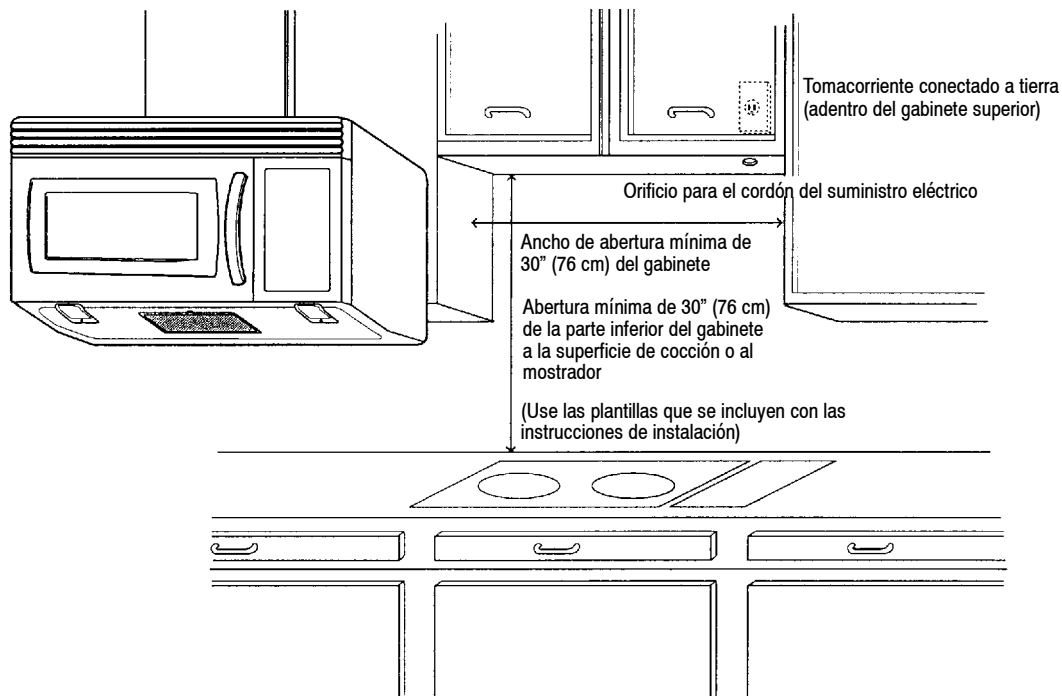

Figura 3
- ASEGÚRESE de tener suficiente espacio. Vea la Figura 3 más adelante para saber los espacios mínimos verticales y horizontales.